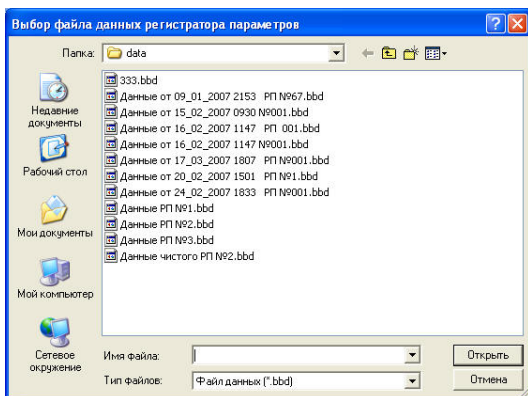

Рисунок 4
4.3.2 Нажмите кнопку «Открыть», расположенную в верхней части окна программы. На экране появится стандартный диалог открытия файла (рисунок 4).